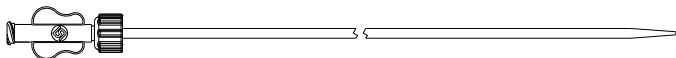
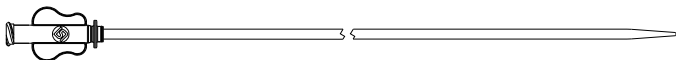

Fig. 3 Dilatator (800-serien)
Fig. 4 Dilatator (550/700/900-serien)
- 2) Dilatator (fig. 3 & fig. 4)